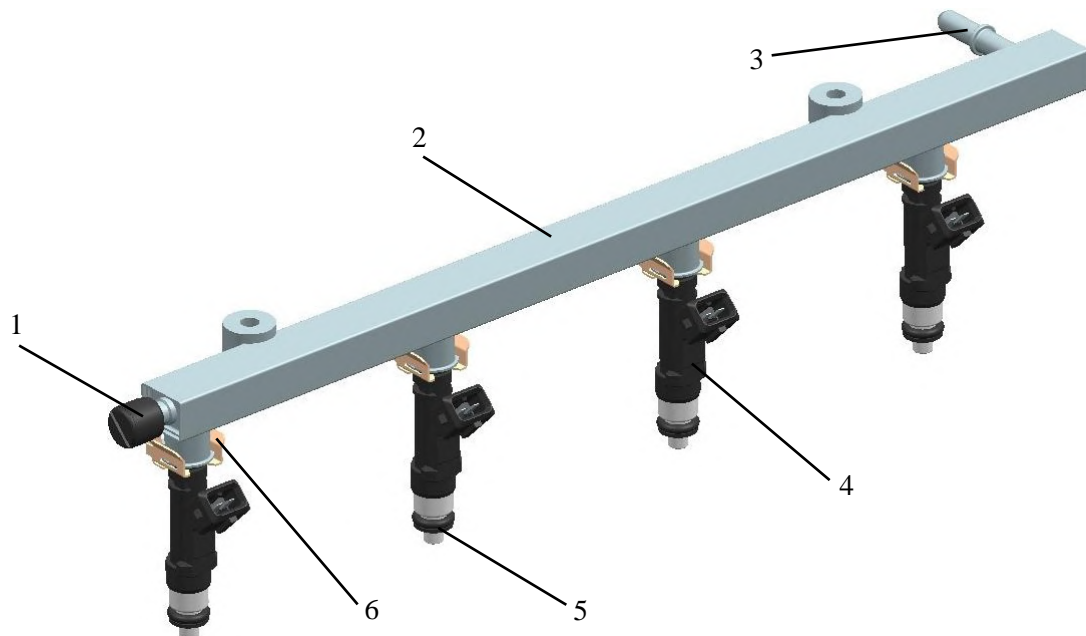

Abb. 61. Kraftstoffverteilerleitung mit Einspritzdüsen 40904.1100010 und 40905.1100010:
– Kraftstoffverteilerleitung mit Einspritzdüsen 40904.1100010¹⁾ (0 280 151 244) von „Bosch“ (mit Einspritzdüsen 406.1132010¹⁾ (EV14CL 0 280 158 107) „Bosch“ (Abb. 61);
– Kraftstoffverteilerleitung mit Einspritzdüsen 40905.1100010¹⁾ (KSZ-EV14-SR, 0 280 151 256) von „Bosch“ (mit Einspritzdüsen 40904.1132010¹⁾ (EV14EL, 0 280 158 237) (Abb. 61);
Die Kraftstoffleitungen 2 (Abb. 61, 62) sind als Sackleitungen (ohne Ablass) ausgeführt und verfügen über einen Anschlussstutzen 3 für eine Schnellkupplung; sie werden mit zwei Schrauben am Einlassrohr befestigt. Die Kraftstoffzufuhrleitung wird an den Anschlussstutzen 3 angeschlossen. Diese Teile sind nicht reparierbar.
Die Kraftstoffleitung 2 (Abb. 61) der Firma „Bosch“ ist aus Stahl und hat einen rechteckigen Querschnitt.
Die Einspritzdüsen 4 (Abb. 61, 62) werden mittels spezieller Befestigungen („Klammern“ 6) in der Kraftstoffleitung 2 gehalten, die ein Drehen der Einspritzdüsen verhindern. Der Sitz der Einspritzdüsen im Ansaugrohr wird mit Hilfe von runden Gummiringe 5 abgedichtet. Beim Einbau der Kraftstoffverteilerleitung mit den Einspritzdüsen müssen die Dichtungsringe der Einspritzdüsen zur Erleichterung des Einbaus mit sauberem Motoröl geschmiert werden.